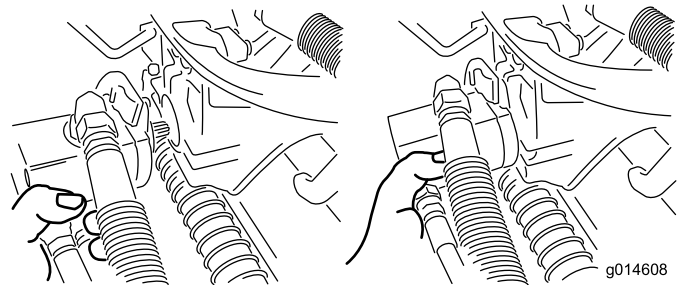

Figure 33
- Amenez le moteur à la position de rangement sur l'avant du bras de suspension (Figure 33).